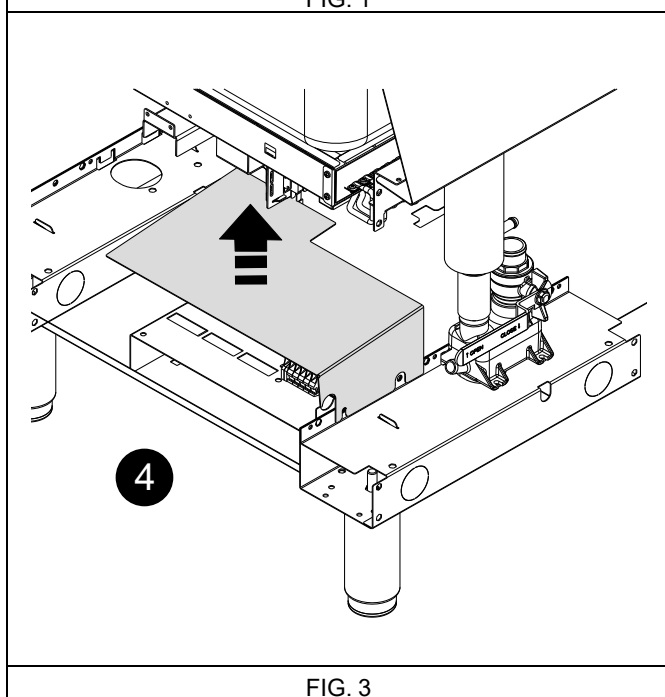

FIG. 3
- Skriva loss kopplingen "H" (se FIG. 3).
4. Lossa skruvarna på kopplingsplintens skyddspanel för att föra den uppåt (se detalj 4 —FIG. 3).